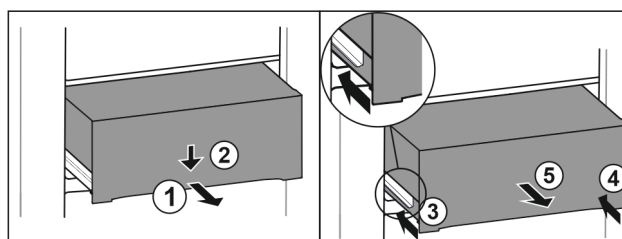

Fig. 137
- Schubfach halb herausziehen. Fig. 137 (1)
- Schubfach an der Vorderseite nach unten drücken. Fig. 137 (2)
- Linke Schiene etwa 2 cm einschieben. Fig. 137 (3)
- Rechte Schiene etwa 2 cm einschieben. Fig. 137 (4)
- Schubfach nach vorne entnehmen. Fig. 137 (5)